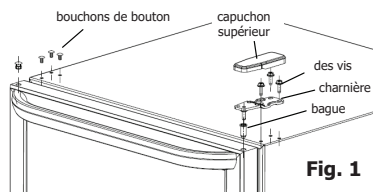
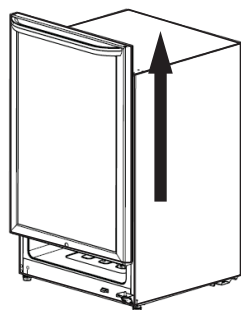

Fig. 1
Fig. 2
1. Retirez le couvre-charnière. Retirez les trois vis qui retiennent la charnière supérieure (côté droit) au haut de la caisse. Voir la Figure 1.
2. Retirez délicatement la charnière supérieure (voir la Figure 1), puis soulevez la porte pour la sortir de la charnière inférieure et déposez-la sur une surface rembourrée pour éviter de la rayer. Voir la Figure 2.
3. Retirez les trois bouchons cache-trous du coin supérieur gauche de la caisse et transférez-les dans les trous du côté opposé. Appuyez fermement sur les bouchons pour bien les enfoncer dans les trous. Voir la Figure 1.